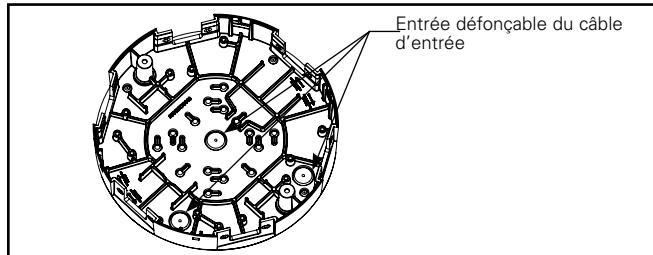

Figure 1.
- Brisez ou percez l'entrée défonçable du câble d'entrée dans le couvercle supérieur du concentrateur au besoin, qui correspond généralement à l'emplacement central (figure 1).